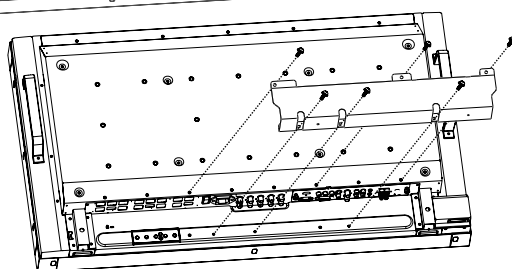

Figure 5
- Utilisez 6 des 10 vis M4 (fournies) pour fixer le cache-câble (Figure 5).